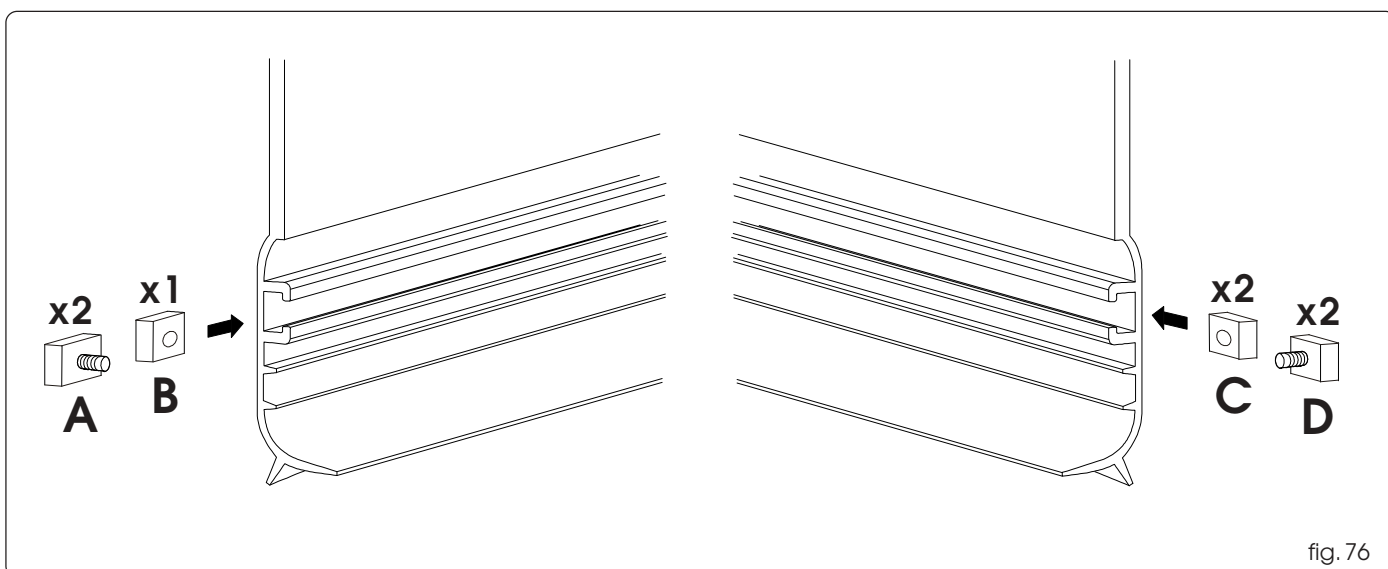
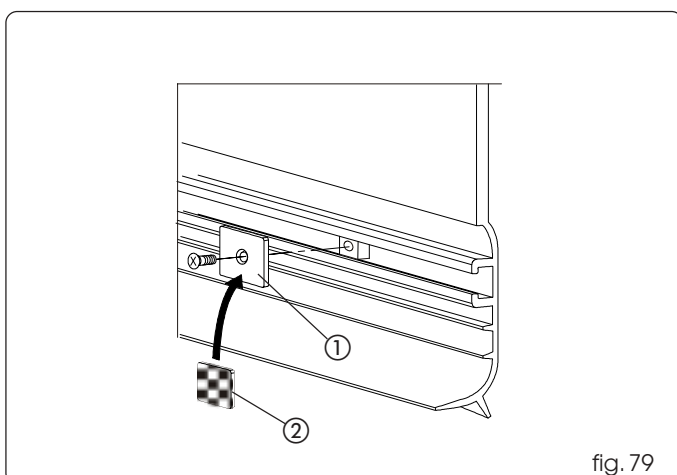
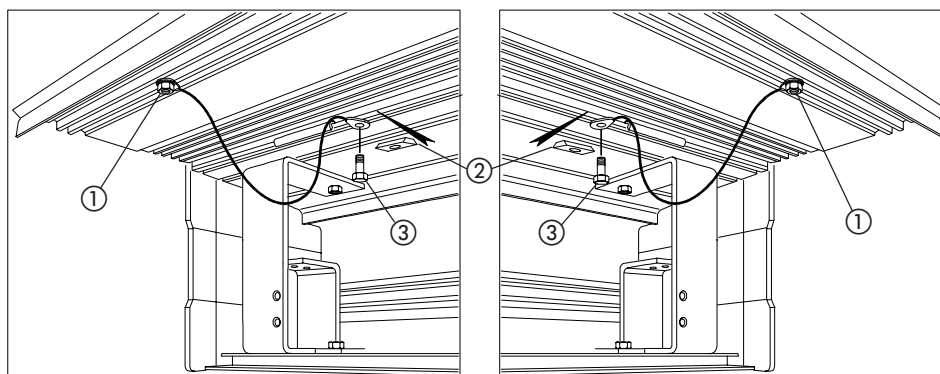
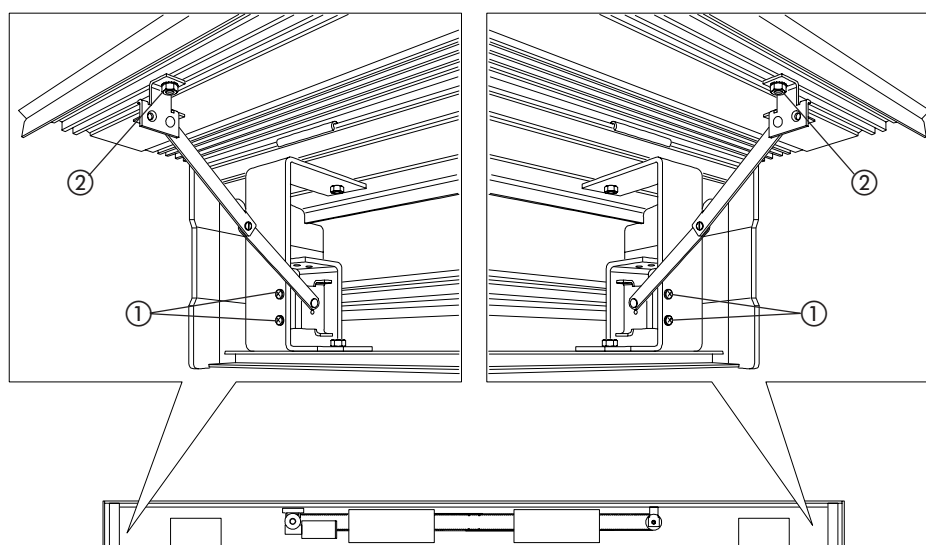

fig. 76
fig. 79
fig. 80
fig. 81
Disposer dans le logement du carter, les plaquettes carrées et les tirants M5, dans les quantités et dans l'ordre illustré dans la figure 76.
Fig. 76 réf. A: 1 pour le câble parachute et pour le levier articulé de soutien du carter.
Fig. 76 réf. B: 1 pour la plaquette de fixation du carter.
Fig. 76 réf. C: 2 pour la plaquette de fixation du carter.
Fig. 76 réf. D: 1 pour le câble parachute et 1 pour le levier articulé de soutien du carter.
Positionner les plaques métalliques de blocage (fig. 79 réf. ①) sur le carter, au niveau des pattes, en utilisant les 3 plaquettes disposées précédemment (fig. 76 références B et C) et les vis fournies. Uniquement en cas d'utilisation des accessoires de fixation du carter standard appliquer le velcro sur les plaques métalliques (fig. 79 réf. ②).
Fixer un œillet des câbles parachute aux tirants M5 disposés précédemment (fig. 76 références A et D) sur le carter de fermeture. Bloquer les œillets avec l'écrou fourni (fig. 80 réf. ①). Introduire deux plaquettes dans le logement du profil de soutien (fig. 80 réf. ②) et bloquer le deuxième œillet avec la vis fournie (fig. 80 réf. ③).
Fixer les deux leviers de soutien du carter aux pattes de support du carter situées le plus à l'extérieur en utilisant les 4 vis fournies (fig. 81 réf. ①). Positionner les deux leviers de soutien sur les deux tirants M5 situés le plus à l'extérieur disposés précédemment (fig. 76 références A et D) et les bloquer avec les écrous fournis (fig. 81 réf. ②).